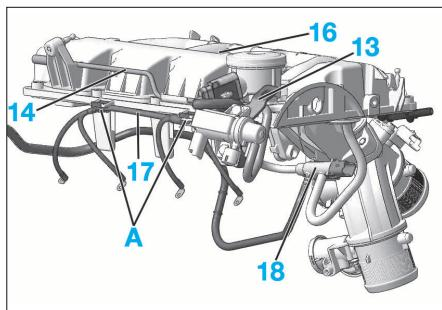

FIG. 56
- Déposer les 19 vis de fixation (15) du répartiteur d'air/couvre culasse (16).
- Dégrafez (Fig.56) :
- le faisceau bougies (17) des agrafes (A)
- le capteur de température gazole (18).